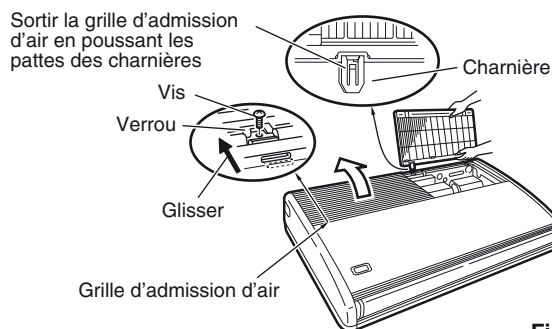
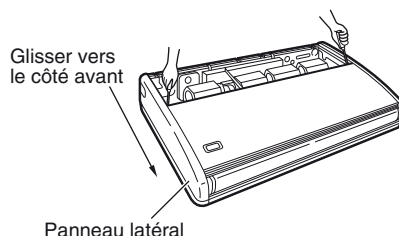

Fig. 3-9
Fig. 3-10
- (5) Avant de suspendre l'unité intérieure, déposer les 2 ou 3 vis situées sur le verrou des grilles d'admission d'air, ouvrir les grilles, et les déposer en poussant les pattes des charnières (Fig. 3-9). Déposer ensuite les deux panneaux latéraux en les faisant glisser le long de l'unité vers l'avant après avoir déposé les 2 vis de fixation. (Fig. 3-10)